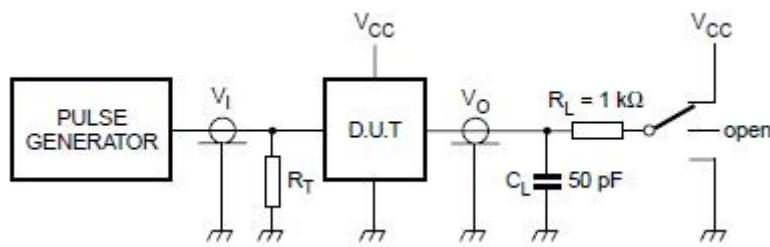

图 6. 测试开关速度的负载电路
**3.3.4、交流参数 1** (Tamb=25°C, GND=0, tr=tf=6.0ns, CL=50pF, 见图 6)
**3.3.5、交流参数 2** (Tamb=-40~+85°C, GND=0, tr=tf=6.0ns, CL=50pF, 见图 6)
**3.3.6、交流参数 3** (Tamb=-40~+125°C, GND=0, tr=tf=6.0ns, CL=50pF, 见图 6)